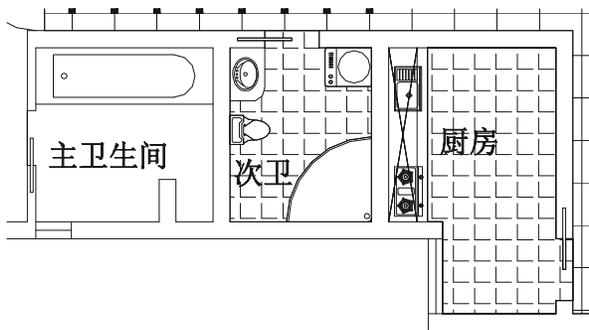

图 6-1-59
**STEP 02** 使用移动命令 MOVE 将如图 6-1-56 所示的浴缸插入到主卫生间中, 如图 6-1-59 所示。